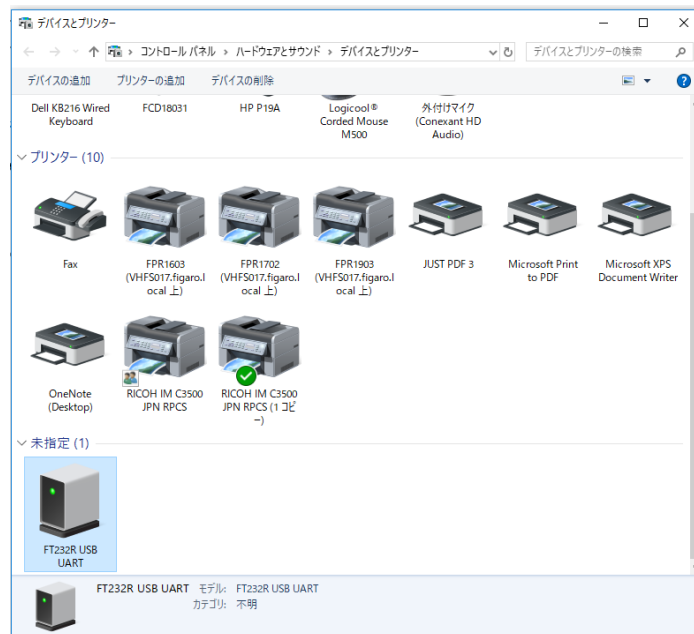

図5 USB ドライバーアイコン (デバイスとプリンターの表示画面)
- ① [USB Driver] フォルダを開き、以下の実行ファイルをダブルクリックします。
- ② 使用許諾契約が表示されたら、内容をご確認後、[同意します] を選択して、[次へ] をクリックすると、インストールを開始します。
- ③ USB ドライバーのインストールが完了したら、[完了] ボタンを押して、インストール画面を閉じます。
- ④ 本通信ボードの USB 端子とコンピュータ側の USB 端子を、付属の USB ケーブルで接続します。
- ⑤ EM7000 上の電源スイッチ SW1 を ON にし、コンピュータの画面で USB ドライバーが認識されたことを確認します。
- ⑥ “スタートメニュー” の“設定” から、“デバイス” を選び、関連する設定から “デバイスとプリンター” を選択します。
- ⑦ USB ドライバー “FT232R USB UART” のアイコンを右クリックし、“プロパティ” を選択します。(図5)